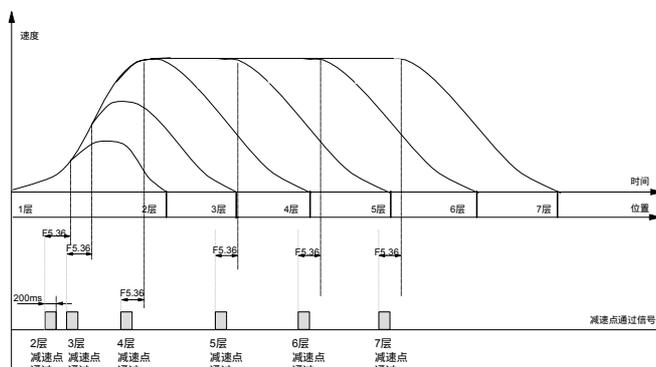

图6-28 减速点通过信号时序图
减速点通过信号的时序图如图6-28所示。
4. 当曲线运行速度小于额定速度时,减速点是加速上升段的第二拐点。如图6-28中的运行到2层与3层的曲线。